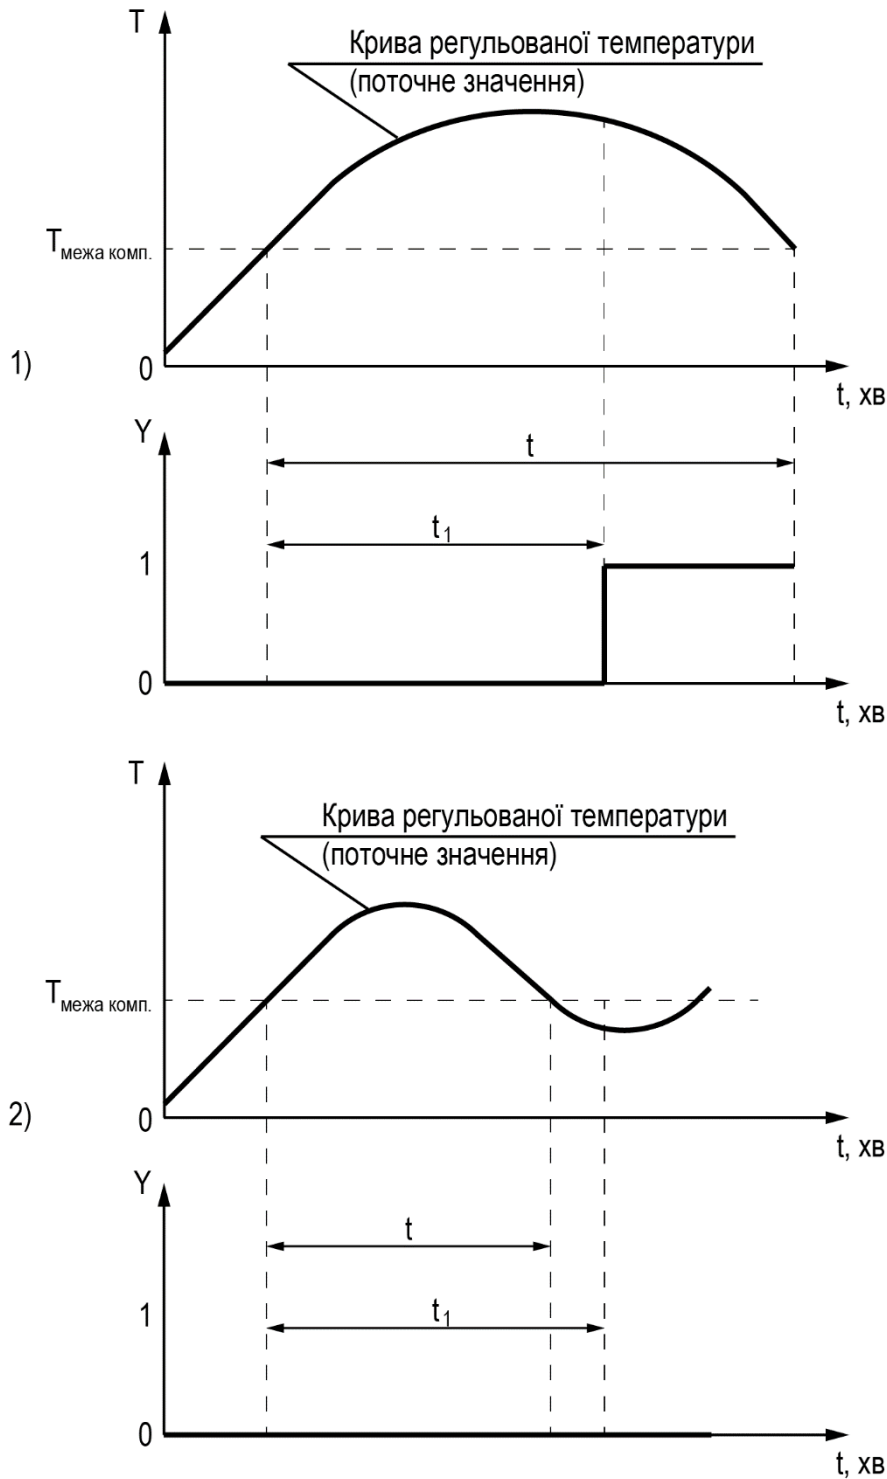

Рисунок 7.21 – Затримка спрацьовування компаратора: 1) $t > t_1$, компаратор спрацьовує
- якщо час перебування регульованої величини $t > t_1$ (час затримки спрацьовування компаратора), то компаратор спрацьовує, рисунок 7.21, 1);
- якщо час перебування регульованої величини $t < t_1$, то компаратор не спрацьовує, рисунок 7.21, 2).